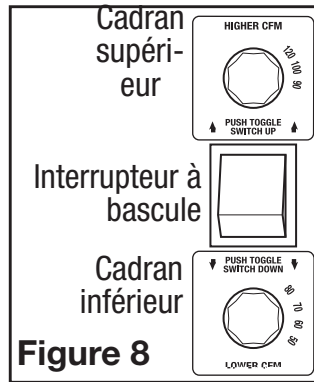

Figure 8
- Pour le réglage de 50 PCM à 80 PCM:** Placez l'interrupteur à bascule dans la position « Lower » et réglez le cadran inférieur sur le PCM requis (**Figure 8**).
- Pour les réglages de 90 PCM à 120 PCM:** Placez l'interrupteur à bascule dans la position « Higher » et réglez le cadran supérieur sur le PCM requis (**Figure 8**).